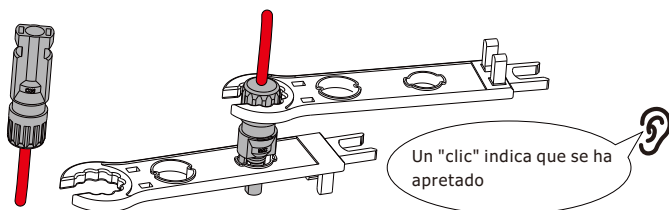

Figura 4.1-3 Conector con tuerca ciega atornillada
Paso 3. Inserte el pin de contacto en la parte superior del conector y apriete completamente la tuerca de la tapa en la parte superior del conector, tal y como se muestra en la Figura 4.1-3.